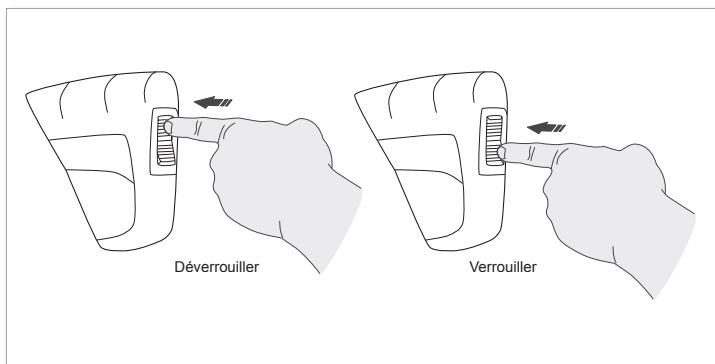

Fig. 7
- Pour verrouiller la gâchette du pistolet, pointez le pistolet loin de vous et poussez le bouton de verrouillage vers l'avant du pistolet (**Fig. 7**). Après l'avoir fait, pressez ou appuyez sur la gâchette pour vous assurer qu'elle est verrouillée et qu'elle ne bougera pas. Laissez toujours le bouton de verrouillage en position « verrouillée » lorsque l'appareil n'est pas en fonction. Cela garantit que le pistolet est en mode « sécuritaire » jusqu'à ce qu'il soit utilisé.